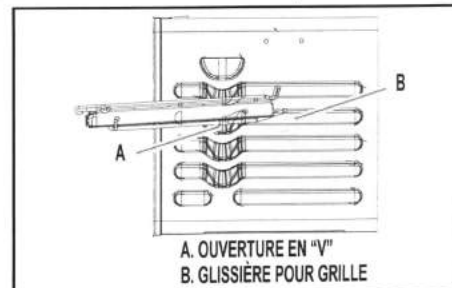
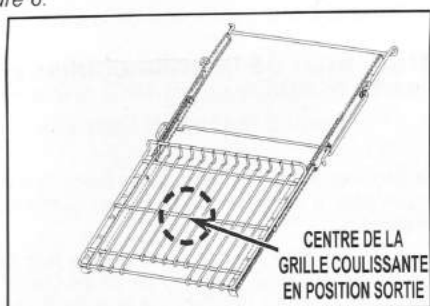

FIGURE 4
FIGURE 6
13. Replacer la grille en position horizontale et la pousser doucement au fond du four jusqu'à ce que le rebord arrière de la glissière retombe et se mette en place. Voir la Figure 4.
15. La grille coulissante étant en position 5 ou 3 (voir Figure 4), tirer la grille jusqu'à sa position complètement sortie. Voir la Figure 6.
17. Fixer le crochet du traciomètre au centre de la grille coulissante en position complètement sortie. Compter 8 barres longitudinales jusqu'au centre. Voir la Figure 6.
28. Tirer la grille jusqu'à la position complètement sortie. Voir la Figure 6.
29. Placer le crochet du tractiomètre au centre de la grille coulissante. Compter 8 barres longitudinales jusqu'au centre. Voir la Figure 6.